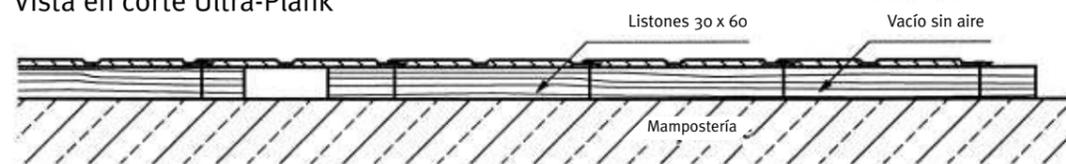

Figura 7 Colocación en diagonal Ridgewood
8.24 Colocación diagonal (figura 7)